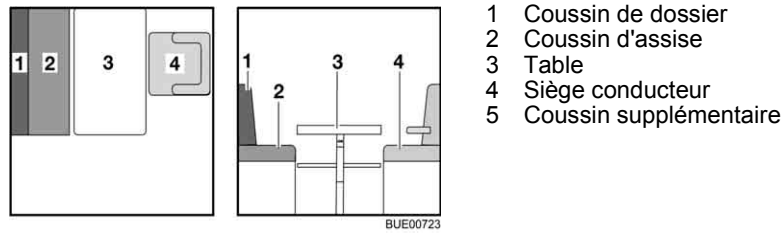

Fig. 120 Avant la transformation
- Tourner le siège conducteur (Fig. 120,4) et le pousser complètement vers l'avant.
- Convertir la table (Fig. 120,3) en sommier de lit (voir paragraphe 6.11).
- Placer le coussin de dossier (Fig. 120,1) de côté.